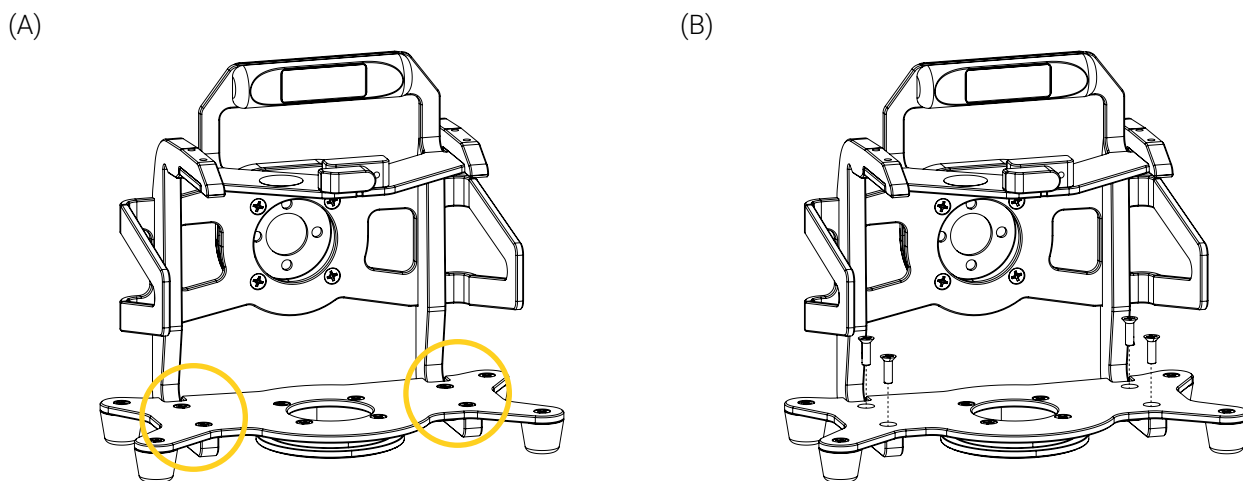

Figure 25: Retrait des vis de la plaque de base
2. Identifier et retirer les quatre (4) vis à tête plate 10-32 X 3/4 po L situées à l'avant de la plaque de base à l'aide d'un tournevis à tête Phillips #2 (Figure 25), puis les ranger pour un usage ultérieur.